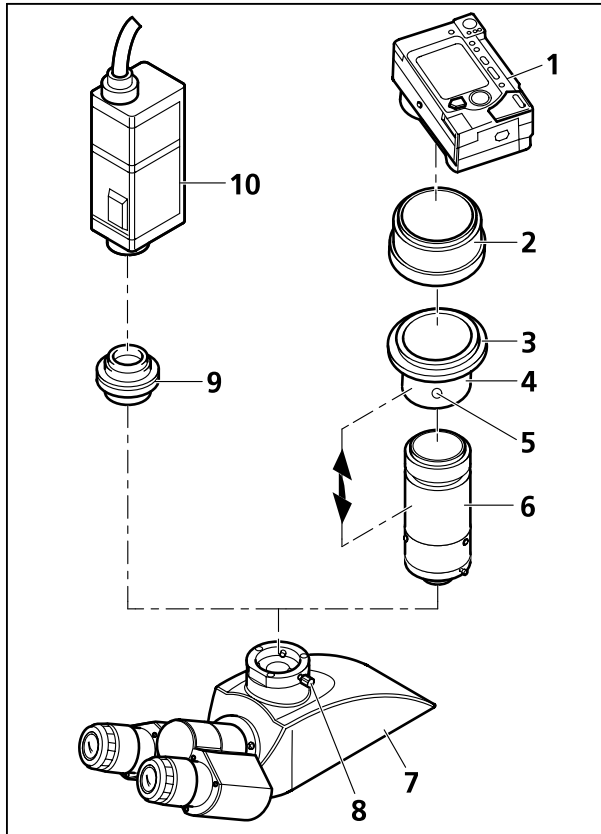

Fig. 32 Pose de l'appareil photo
- Selon le cas, commencez par monter le phototube (Fig. 32/7) (voir paragraphe 3.5.1).
- Desserrez la vis de blocage (Fig. 32/8) et retirez le cache de protection qui ferme l'ouverture du phototube.
- La monture coulissante (Fig. 32/4), la bague d'adaptation filetée M37/52 (Fig. 32/3) et la monture optique (Fig. 32/6) sont pré-assemblées à l'usine et sont livrées sous la désignation **Digital Kamera Adapter P95 M37/52x0,75 (adaptateur M37/52x0,75 pour appareil photo numérique)**. La figure ci-contre montre cet adaptateur en pièces détachées. La bague d'adaptation filetée M37/52 (Fig. 32/3) peut être retirée de la monture coulissante (Fig. 32/4) (pas d'image), de façon à permettre également le montage d'un appareil en M37.
- Montez la bague d'adaptation (Fig. 32/2) (comprise dans la fourniture) sur l'appareil photo (Fig. /1) (lire le mode d'emploi de l'appareil photo).
- Vissez dans la bague d'adaptation (Fig. 32/2) l'ensemble composé de la monture coulissante (Fig. 32/4), de la bague d'adaptation filetée M37/52 (Fig. 32/3) et de la monture optique (Fig. 32/6).
- Insérez l'appareil photo avec son adaptateur dans le phototube jusqu'en butée, orientez-le puis immobilisez-le avec la vis de blocage (Fig. 32/8).
- Selon l'équipement du microscope ou l'appareil photo utilisé, il peut être nécessaire de corriger l'écart entre l'objectif de l'appareil photo et la monture optique (Fig. 32/6) (flèche bidirectionnelle). C'est le cas en particulier lorsque vous ne parvenez pas à obtenir une image de forme parfaite quel que soit le zoom de l'appareil photo. Procédez alors aux réglages suivants sur l'appareil photo :
- Desserrez la tige filetée (Fig. 32/5).
- Resserrez la tige filetée (Fig. 32/5).
Les caméras dotées d'un filetage C-Mount sont raccordées au phototube du microscope à l'aide de l'adaptateur P95-C 2/3" 0,65x ou P95-C 1/2" 0,5x (Fig. 32/9).
- Insérez la caméra (Fig. 32/10) avec l'adaptateur adéquat (Fig. 32/9) dans le phototube jusqu'en butée, dégauchissez-la puis fixez-la avec la vis de blocage (Fig. 32/8).